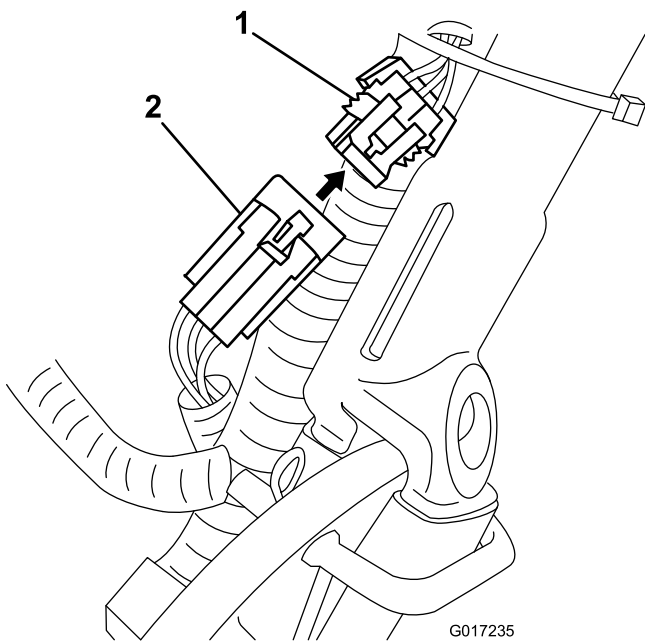

Bild 14
3. Schließen Sie den kleinen Anschluss an der Packung zum Maschinenkabelbaum vom Hauptkabelbaum ab (Bild 14).
14. Verlegen Sie das Batteriepack unter und hinter dem Hauptkabelbaum an der linken Seite der Maschine zum Kabelbaum der Maschine und schließen Sie den kleinen 6-Stift-Stecker am Kabelbaum am entsprechenden Stecker am Hauptkabelbaum an, wie in Bild 14 abgebildet.